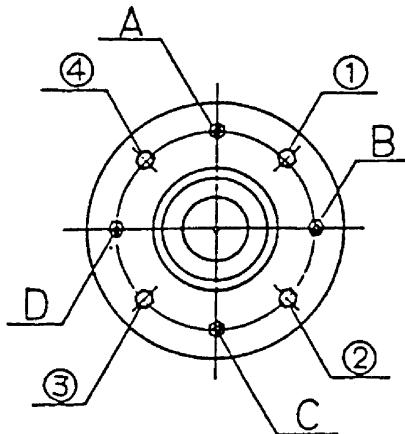

図 9-4
### 9.3.4 ドラムの芯出し調整 (図 9-4)
- ・ 主軸ベアリングケースを止めている取付けボルト及びナット 4箇所(A～D)と、調整ボルト及びナット 4箇所(①～④)で調整します。(図 9-4)
- ・ 例えば、ドラムの口金を機械正面より見て右に寄せたい場合、③,④と A,C,D のナットを少し緩め、③,④のボルトをドラムの口金を見ながら締め込みます。
- ・ 調整が終わったら、③,④と A,C,D のナットを締め込みます。
後方へ抜いてください。(図 9-4)